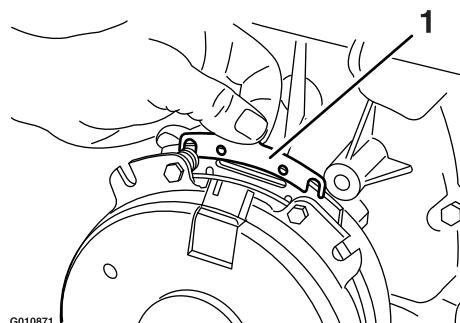

Figure 74
- B. A l'aide d'une pince à becs longs ou avec les doigts, saisissez la languette et déposez la cale (Figure 74).